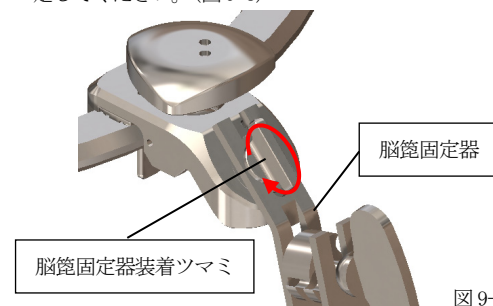

図 9-3
- (2)-5 脳筒固定器装着ツマミを時計方向に回し、脳筒固定器を固定してください。(図 9-3)